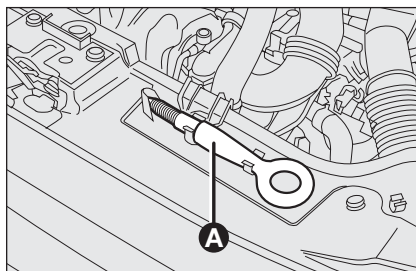

fig. 26
Het sleepoog, dat bij de auto wordt geleverd, is in de motorruimte geplaatst, zoals in **fig. 26** is afgebeeld.
- ☐ open de motorkap en maak het oog **A-fig. 26** los uit de zitting;